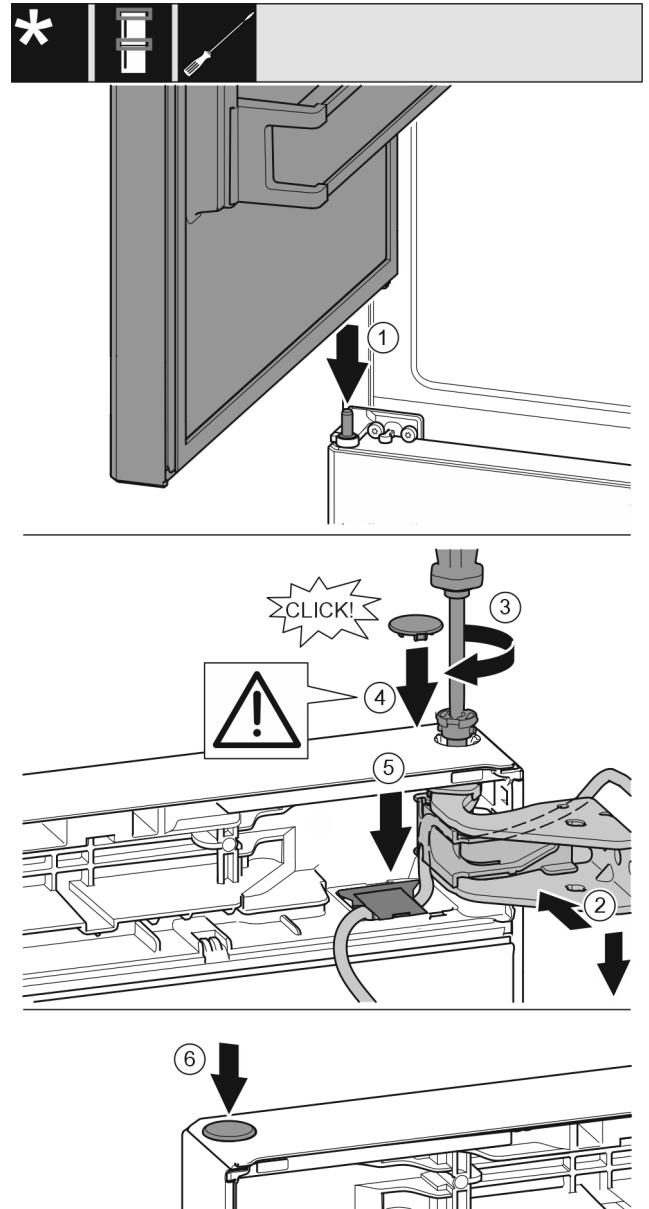

Fig. 44
- Obere Tür auf mittleren Lagerbolzen Fig. 44 (1) setzen.
- Tür oben zur Öffnung im Lagerbock ausrichten. Fig. 44 (2)
- Bolzen Fig. 44 (3) einsetzen und mit Schraubendreher festschrauben.
- Sicherungsabdeckung Fig. 44 (4) zur Sicherung der Tür montieren: Sicherungsabdeckung einsetzen und kontrollieren ob sie auf der Tür aufliegt. Ansonsten Bolzen vollständig einsetzen.
- Abdeckung Fig. 44 (5) einsetzen und nach unten drücken bis sie einrastet.
- Stopfen Fig. 44 (6) einsetzen.